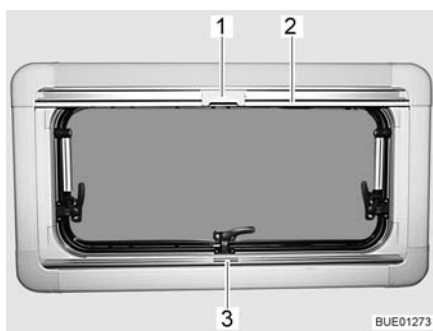
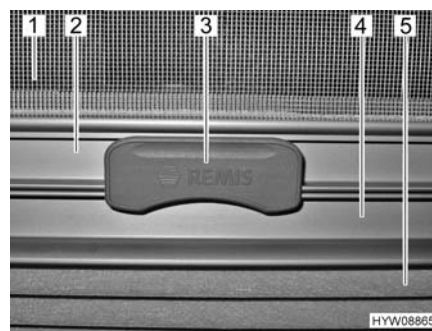

Fig. 41 Finestra apribile
Fig. 42 Aggancio
La tendina oscurante pieghevole (Fig. 42,5) è montata nella cassetta inferiore.
- Afferrare la tendina oscurante pieghevole per la parte centrale della barra di presa (Fig. 41,3 e Fig. 42,4), tirarla dal basso verso l'alto e rilasciarla nella posizione desiderata. La tendina oscurante pieghevole rimane in questa posizione.
La zanzariera a rullo (Fig. 42,1) è montata nella cassetta superiore.
- Tirare la zanzariera a rullo accompagnandola con la barra di presa (Fig. 41,2 e Fig. 42,2) verso il basso, fino a quando la barra di presa non arriva a contatto con la tendina oscurante pieghevole (Fig. 42,4).
- Bloccare l'aggancio (Fig. 41,1 e Fig. 42,3) della zanzariera a rullo nella barra di presa della tendina oscurante pieghevole. Se l'aggancio risulta bloccato, la tendina oscurante pieghevole e la zanzariera a rullo possono essere spostate insieme.
- Premere in alto l'aggancio (Fig. 42,3) sulla zanzariera a rullo.
- Ricondurre lentamente la zanzariera a rullo accompagnandola con la barra di presa (Fig. 41,2).